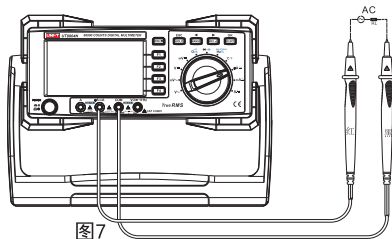

图7
- (1) 将红表笔插入“ μ A mA”或“A”插孔，黑表笔插入“COM”插孔。
- (2) 将仪表的旋转开关转到 μ A $\approx$ 或 mA $\approx$ 或 A $\approx$ ，按SEECT键选择所需测量的交流，如图7, 将仪表表笔串联待测回路中。